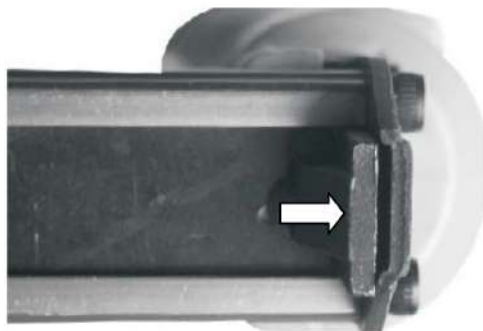

Рис. 4
- Осмотреть механизм на наличие погнутости или повреждений (Рис. 4).